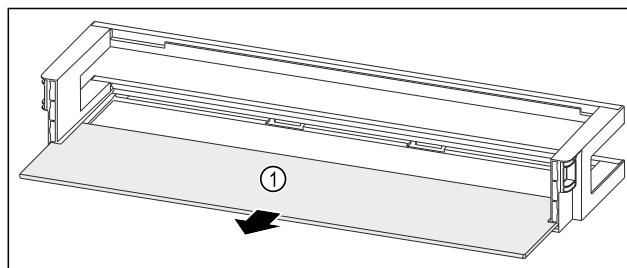

Fig. 96 Riiuliga ukseriulid
- Võtke riiul Fig. 96 (1) välja.